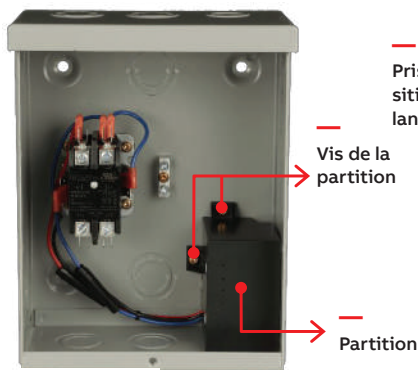

Figure 1\*
- 1- Dévissez les deux vis (figure 1) et retirez la partition.